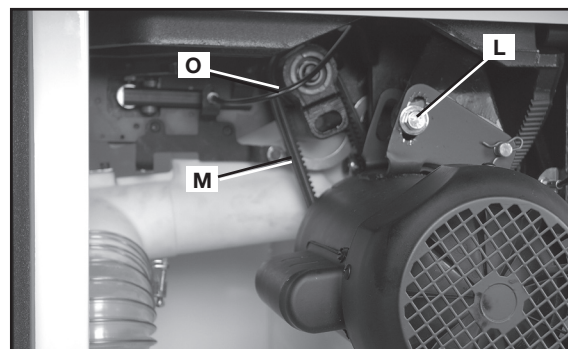

FIG. 87
3. Desserrer le boulon (L) fig. 87. Abaisser l'arbre de la scie pour détendre les courroies (M). Serrer le boulon (L).
5. Abaisser l'arbre de la scie à sa position précédente. Retirer la courroie d'entraînement (M) fig. 87 de les poulies.
7. Desserrer le boulon (L) fig. 87 et laisser le moteur reposer avec soin sur la courroie.
8. Une bonne tension de courroie s'obtient lorsque la déflexion de la courroie, à la portée centrale des poulies, est de 6,4 mm (1/4 po) avec une légère pression du doigt. Serrer le boulon (L) fig. 87.
9. Assurez que le câble est orienté comme montré (O) à fig. 87.